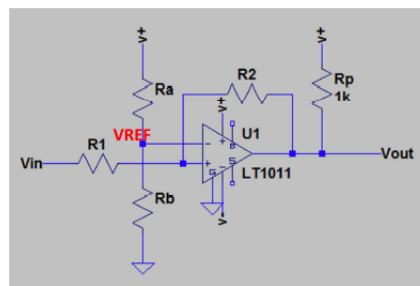

FIGURE 5 – Bascule à hystérésis
**Bascule à hystérésis** Le schéma de la bascule à hystérésis que nous avons utilisée est repris à la figure 5.